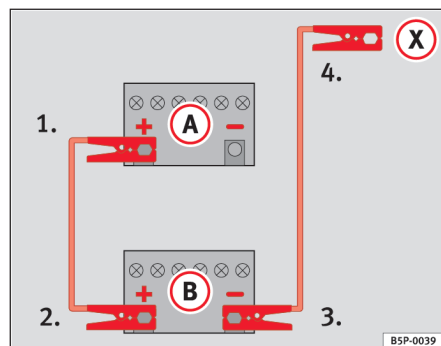

Fig. 204 Sådan skal startkablerne sættes på.
På ⇒ fig. 204 er **A** det afladede batteri, og **B** det strømgivende batteri.
1. Sæt den ene ende af det røde startkabel på pluspolen ⇒ fig. 204 **+** i bilen med det afladede batteri ⇒ ⚠.